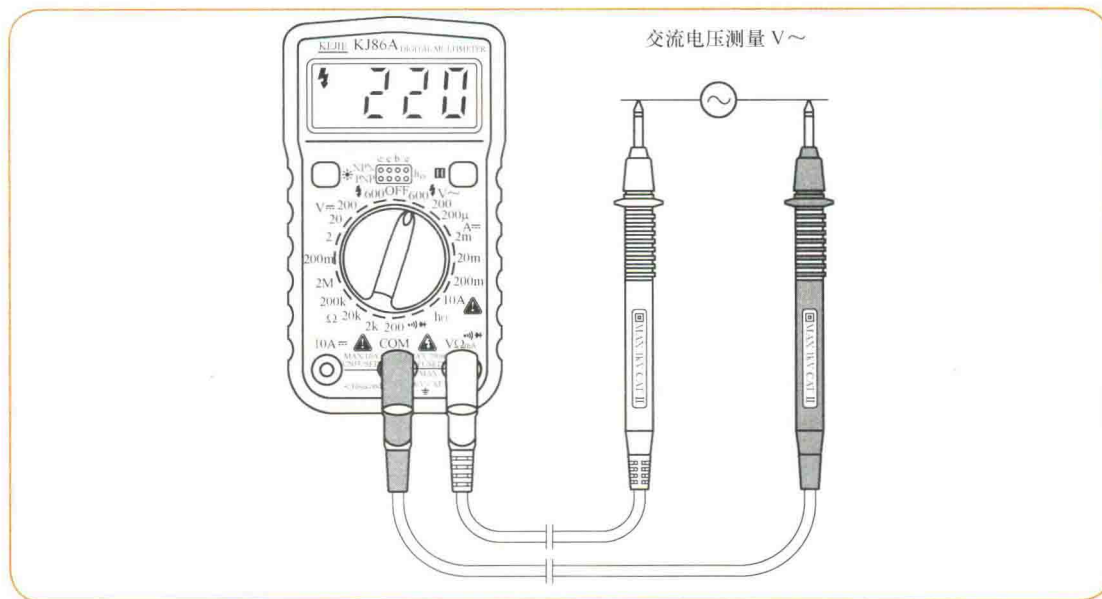

图1-12 KJ86A万用表测交流电压示意图
(2) 测量交流电压。与测直流电压一样，也是把黑表笔插入“COM”插孔中，红表笔插入“VΩmA”插孔中，不同是应把功能量程开关置于“V~”量程范围，将表笔接在被测电路上即可，其余和测直流电压相同。测量交流电压的情况如图1-12所示。